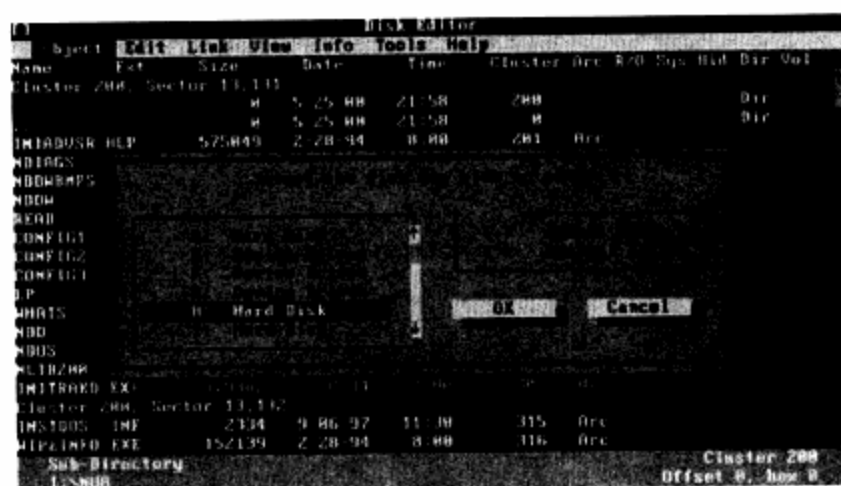

图13-22 选择被删除文件所在的盘符
- 步骤 04** 在DISKEDIT主菜单中，选择Object→Drive命令，找到要恢复文件所在的磁盘。如图13-22所示。